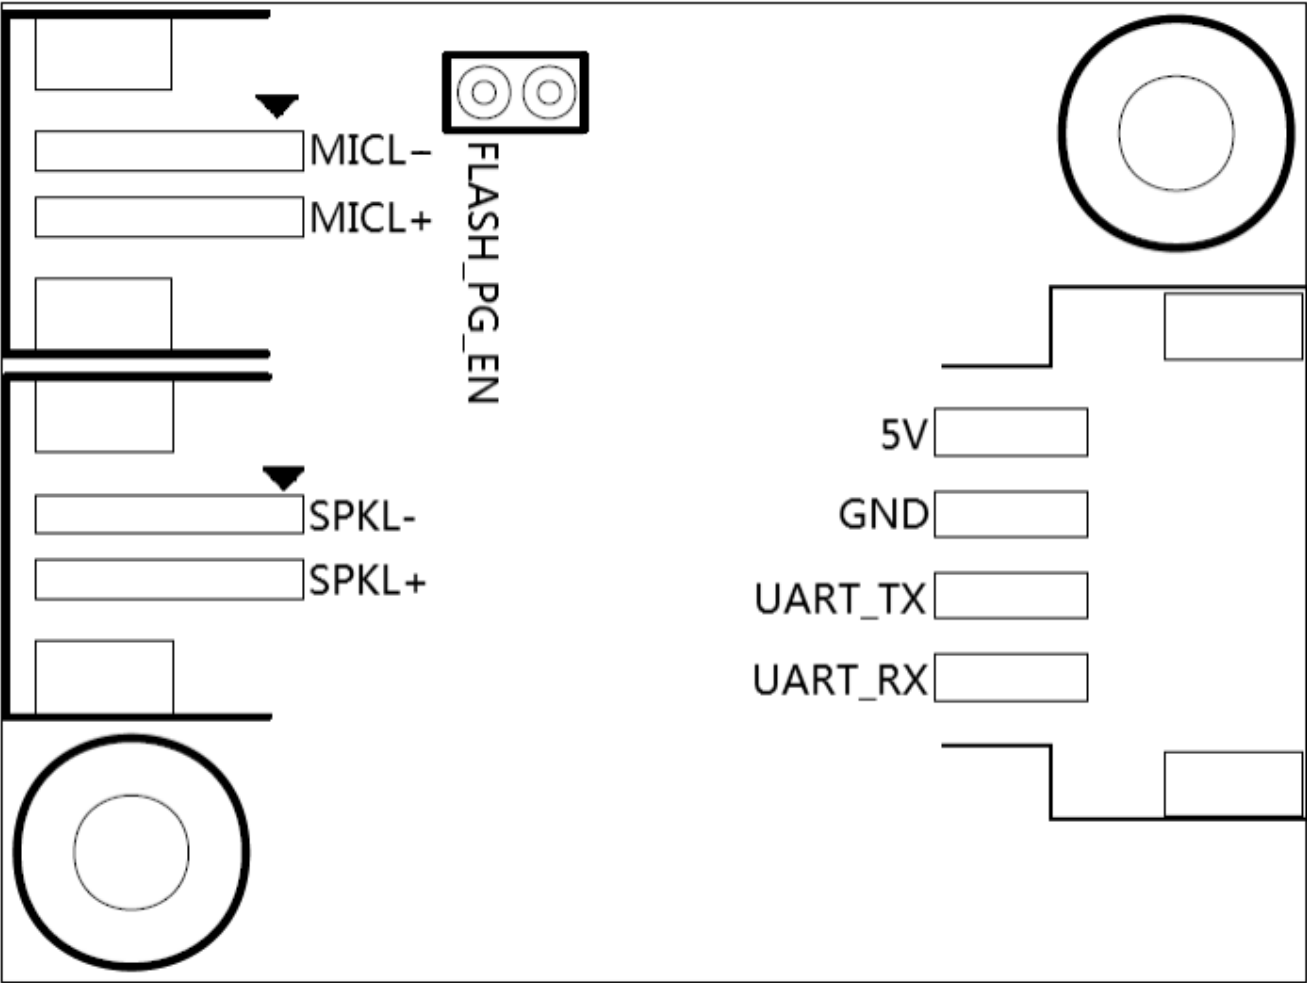

图6 模块引脚图
- 3. 四线供电和UART接口，采用2.5mm 间距母口，引脚顺序请参考图6。该接口中的UART引脚除了做串口通讯功能外，也可以配置为GP I/O口。